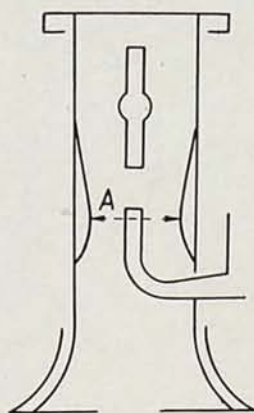

Fig. 4
**Funcionamiento.**—1.º Supongamos que un motor en donde está instalado el carburador marcha perfectamente y a plena marcha. (Fig. 4.)